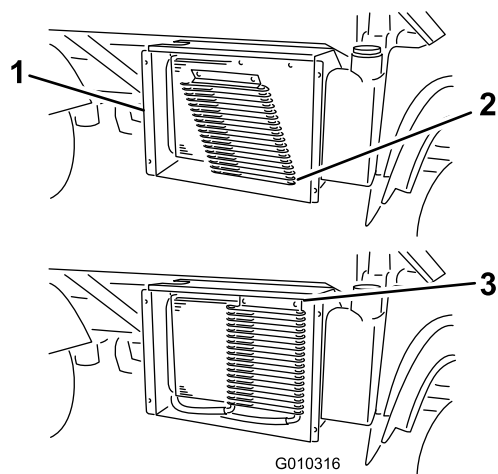

Рисунок 15
1. Вставьте монтажные лепестки охладителя в прорези под радиатором (Рисунок 15).
2. Закрепите верхнюю часть охладителя на радиаторе с помощью крепежных деталей, завернув их на 1/4 оборота (Рисунок 15).